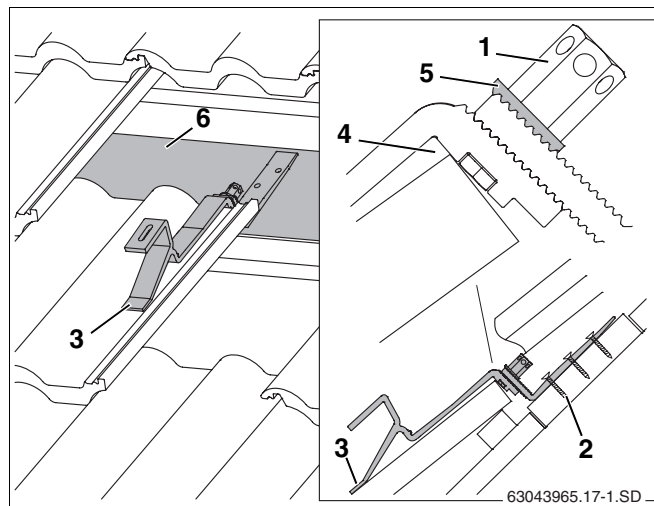

Рис. 15 Установленный кровельный крюк (для наглядности изображены не все элементы черепицы)
- Установить переднюю подпорку на черепицу таким образом, чтобы она при нагрузке легла во впадину черепицы (рис. 15, **поз. 3**).
При этом должен быть зазор между кровельным крюком и верхним краем черепицы (рис. 15, **поз. 4**). При необходимости подогнуть черепицу сверху.
- Нижнюю часть кровельного крюка сдвинуть вниз настолько, чтобы он прилегал к стропилам или доске/брусу (рис. 15, **поз. 6**).
Зубчатая подкладная шайба (рис. 15, **поз. 5**) должна войти в зацепление с нижней частью кровельного крюка.
- Затянуть гайки (рис. 15, **поз. 1**). Для этого вставить ключ SW5 в отверстие гайки и повернуть его.
- Нижнюю часть кровельного крюка прикрепить к стропилам минимум в первом (рис. 15, **поз. 2**) и втором отверстия соответствующими шурупами.